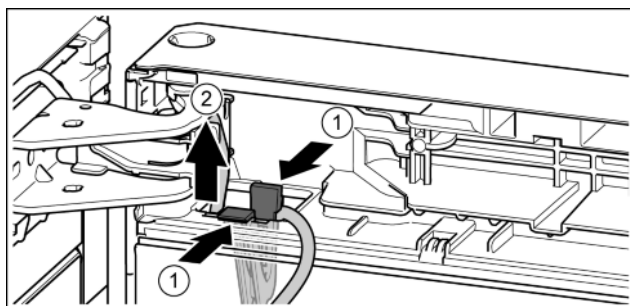

Fig. 24
- Spiediet uzliktni. Fig. 24 (1)
- Izvelciet vada turētāju ar pie tā piestiprināto vadu. Fig. 24 (2)